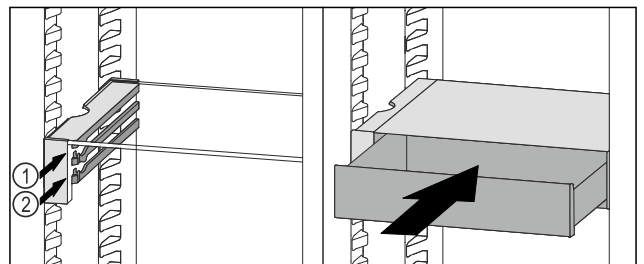

Fig. 105
- VarioSafe-Schubfach hinter den Stoppern auf gewünschter Rippe Fig. 105 (1) oder Fig. 105 (2) aufsetzen.